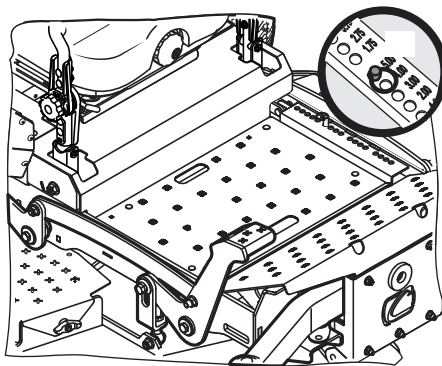

Figure 3-13
1. À l'aide de la pédale de relevage du plateau de coupe (a), réglez le plateau de coupe à la plus haute position en insérant la goupille de verrouillage (b) dans la position désirée et relâchez lentement la pédale. Voir Figure 3-13.